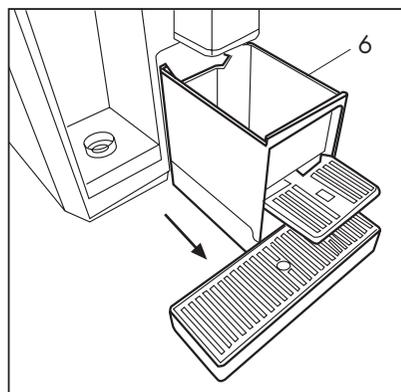
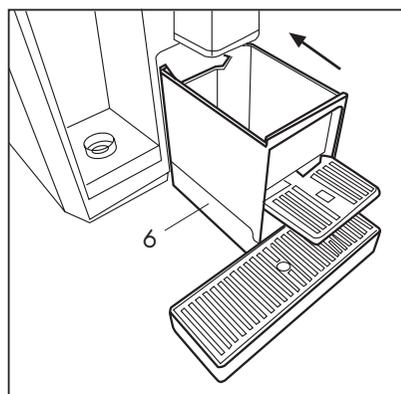

Abb. 16
Abb. 17
Nehmen Sie daher den Kapselbehälter (6) heraus, leeren und waschen Sie ihn (Abb. 16). Reinigen Sie die Tropfschale und das Gitter, um das abgetropfte Wasser und Kaffeerückstände zu beseitigen. Setzen Sie danach die Schale mit dem Kapselbehälter wieder ein (Abb. 17)..